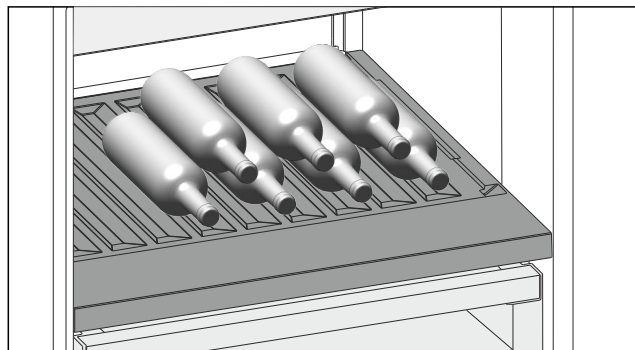

Fig. 189 Représentation à titre d'exemple
- Placer les bouteilles avec le fond orienté vers la paroi arrière de l'appareil. (voir Fig. 189)